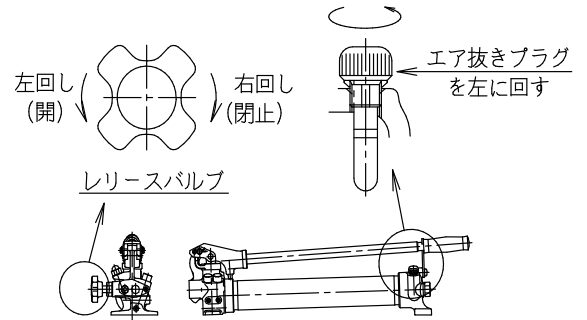

図14.
①通気
- ・エア抜きプラグを緩めて下さい。（図14参照）
②上昇（加圧）
- ・リリースバルブを締めて下さい。（図14参照）